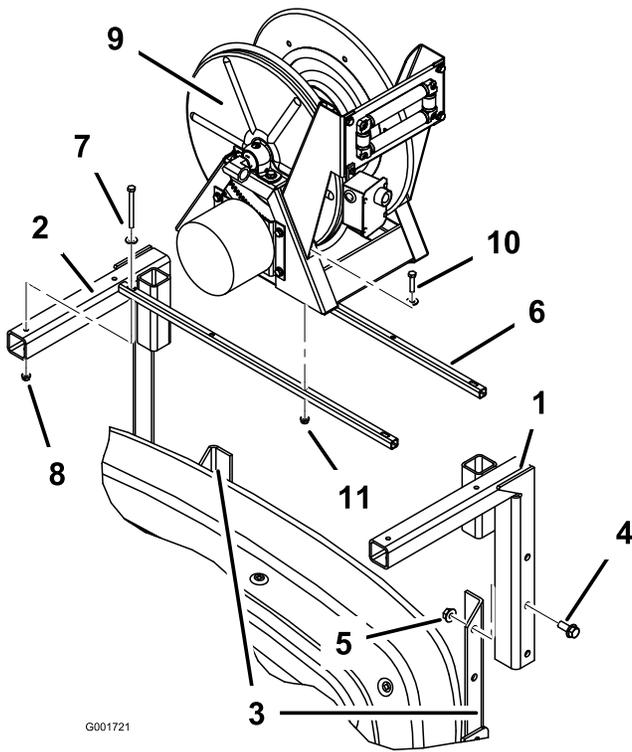

図 3
2. 機体後部のブームフレームに、ホールリールマウント（左取り付け部と右取り付け部）を取り付ける（図 3）。マウントをブームフレームに固定する；フランジボルト（1/2 x 1-1/4 インチ）（4本）とフランジナット（1/2 インチ）（4個）を使用する。
3. ホースリール取り付けチューブ (2本) を、ホースリールマウントの上部に取り付ける (図 3) ; ボルト (5/16 x 3-1/2 インチ) (4本)、平ワッシャ (外径 11/16 インチ)、フランジナット (5/16 インチ) を使用する。
4. ホースリール・アセンブリをホースリール取り付けチューブに取り付ける (図 3) ; ボルト (5/16 x 1-1/2 インチ) (4本)、平ワッシャ (外径 7/8 インチ)、フランジナット (5/16 インチ) を使用する。後で調整を行うのでこの時点では本締めしないこと。